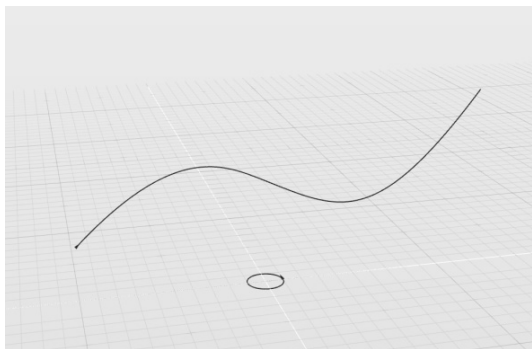

图 4-80 打开练习文件
1) 打开素材文件夹“练习（4.3.8_1）”中的 Evolve 文件，该文件中包含两条曲线：一个曲线圆和一条 NURBS 曲线，如图 4-80 所示。